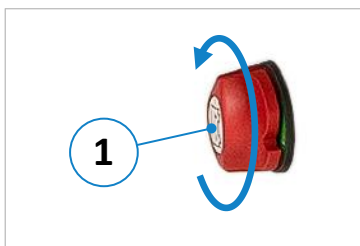

Abbildung 21: Hauptschalter sichern
- Den Hauptschaltergriff durch Drehbewegung in Pfeilrichtung \curvearrowright in die „OFF“ Stellung bringen (siehe ⇒ Abbildung 21).